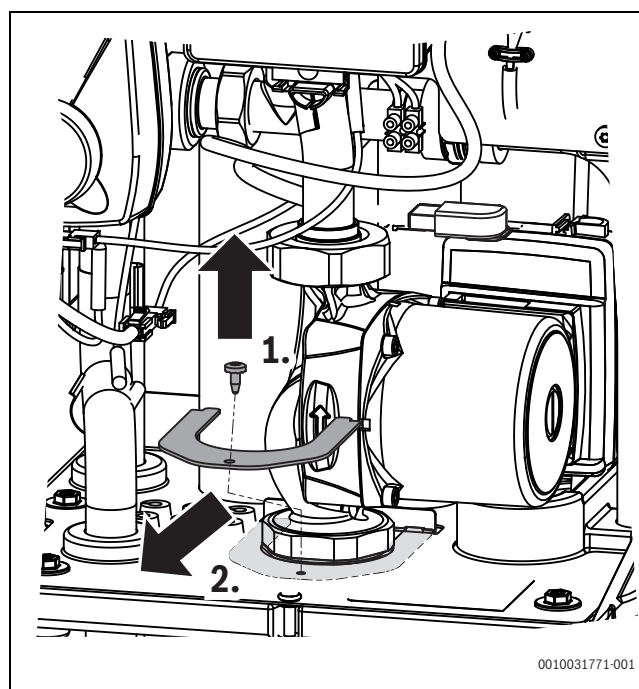

Fig. 39 Retirer la tôle de sécurité
- ▶ Retirer la vis de sécurité et enlever la tôle de sécurité vers l'avant (→ fig. 39).